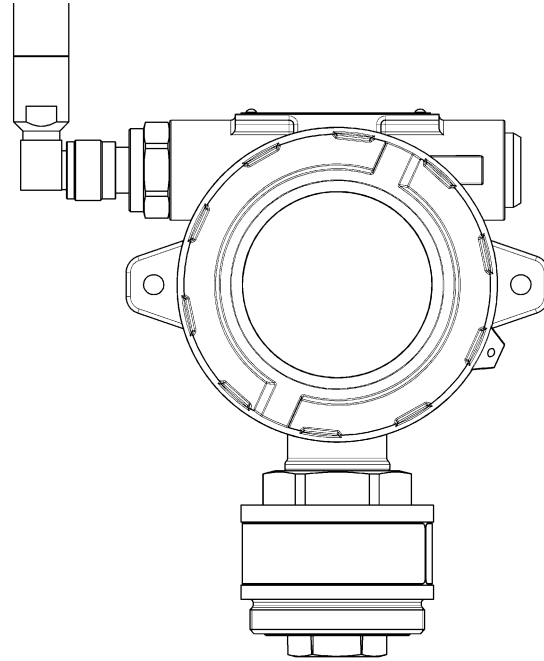

Рисунок 22 – Газоанализатор без влагозащитной насадки
- б) Снять влагозащитную насадку с газоанализатора (рис. 22);